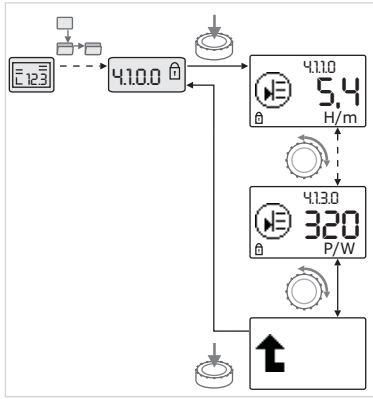

Fig. 4.2: Accesarea informațiilor
- Prin rotirea butonului de comandă comandați elementele de meniu de tipul „Informație” ale submeniuului actual (vezi fig.4.2). Pentru legenda setărilor reprezentate prin simboluri, vezi tabelul din capitolul 8.7 „Elemente de meniu de referință” la pagina 37.